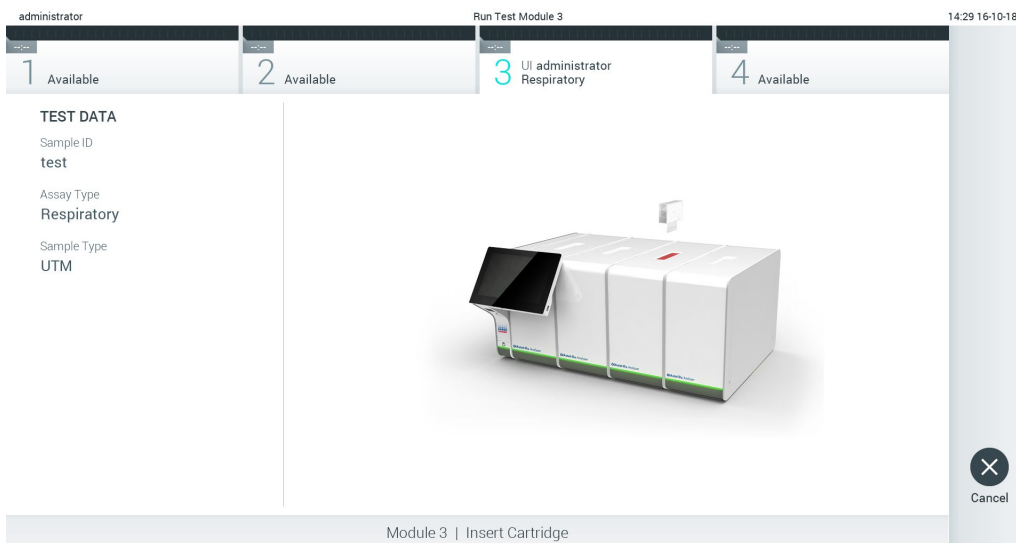

图 27. 将 QIAstat-Dx 检测试剂盒插入 QIAstat-Dx Analyzer 1.0。
7. 确保 QIAstat-Dx 检测试剂盒的拭子口和主口的样本盖均已牢固关闭当 QIAstat-Dx Analyzer 1.0 顶部的试剂盒入口自动打开时，请插入 QIAstat-Dx 检测试剂盒，确保其条形码向左，反应室向下（图 27）。